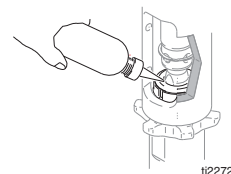

FIG. 12
3. (Abb. 12) Packungsmutter mit Graco-TSL-Flüssigkeit füllen.